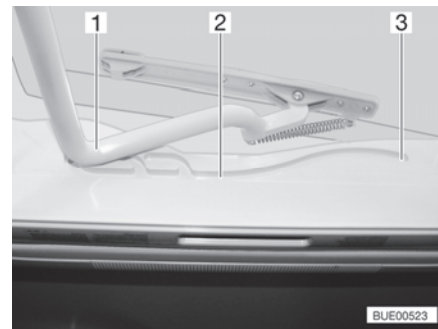

Fig. 31 Glissière (lanterneau Heki)
- Tirer l'étrier (Fig. 31,1) dans les glissières (Fig. 31,2) jusque dans la position la plus reculée (Fig. 31,3).
- Pousser l'étrier (Fig. 31,1) légèrement vers le haut avec les deux mains.
- Tirer l'étrier dans les glissières (Fig. 31,2) jusqu'à la position souhaitée.